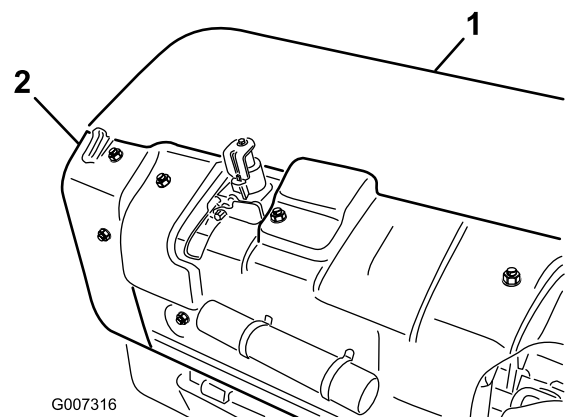

Bild 36
1. Nehmen Sie die Abdeckung des hinteren Aerifizierkopfes ab (**Bild 36**).
- Nehmen Sie die Befestigungsschrauben der Spannscheibenabdeckung und dann die Abdeckung ab (Bild 36).